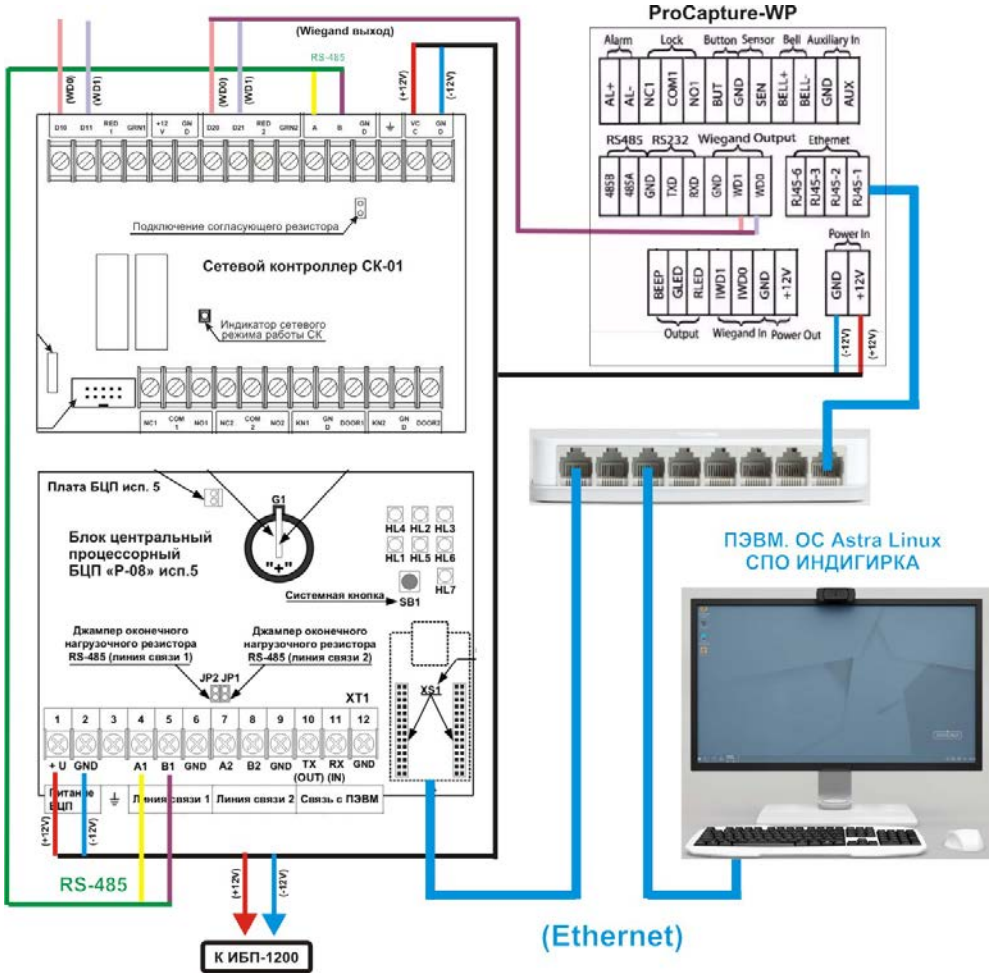

Рис.2.
4.2. Электрическая схема подключения терминала для работы в качестве считывателя СКУД приведена на Рис.2. Программирование терминала производится с помощью собственного встроенного меню.